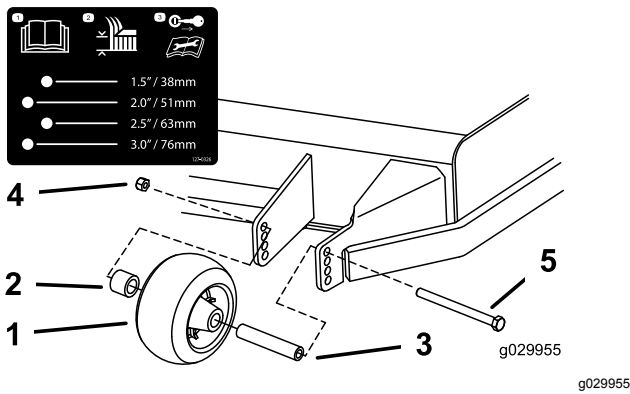
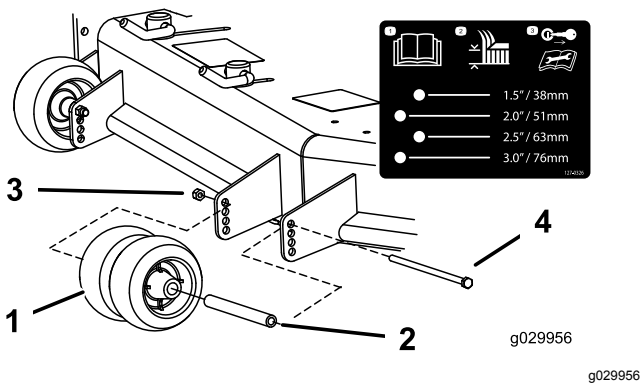
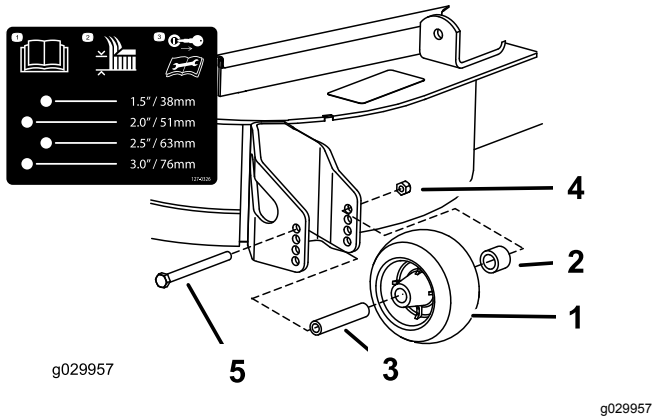

Figura 31
Figura 32
Figura 33
3. Ajuste los rodillos protectores del césped según se muestra en Figura 31, Figura 32 y Figura 33.